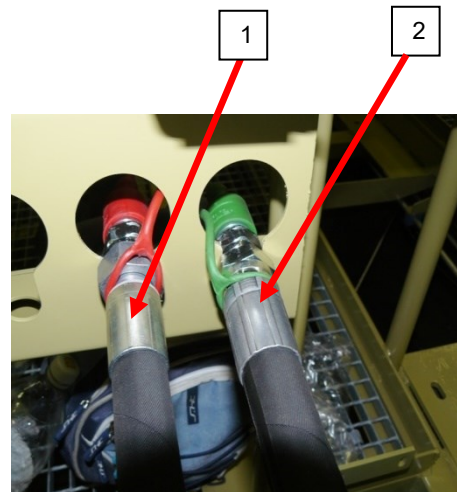
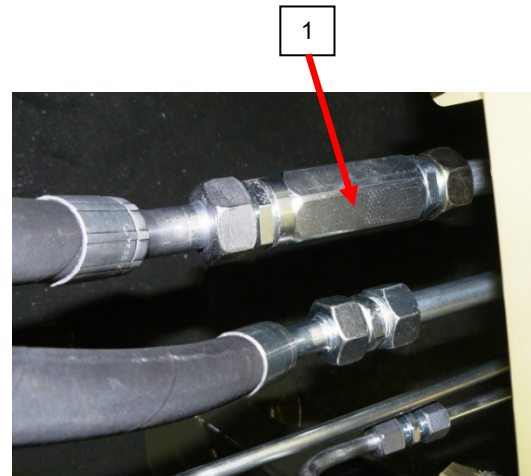

Рис. 28
Рис. 29
Подключите гидравлические быстроразъёмные муфты цепи для привода лопастного питателя – красный колпачок – давление, зелёный колпачок – отвод. Обратите внимание на правильное подключение шлангов. Гидравлический шланг – **Рис. 28** (1) является напорной линией, ведущей в гидравлический распределитель. Гидравлический шланг – **Рис. 28** (2) является отводящей линией, ведущей в трактор. Отводящая линия оснащена односторонним клапаном – **Рис. 29** (1) препятствующим нагнетанию давления из отводящей линии в распределитель, и, следовательно, предотвращающим его разрушение при неправильном подключении шлангов к трактору.